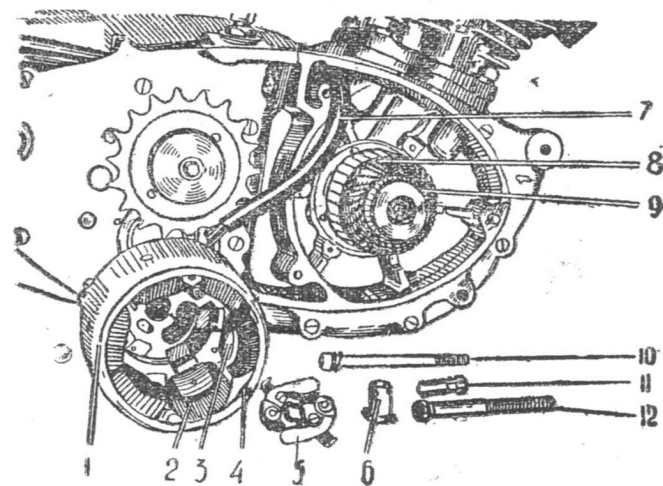

Рис. 27.
**Генератор.** (См. рис. 27). Назначение генератора—подзаряд аккумулятора и питание всех потребителей тока на средних и больших оборотах двигателя. На мотоцикле установлен генератор (или динамо-машина) типа Г—36, мощностью 45 ватт с номинальным напряжением 6 вольт.